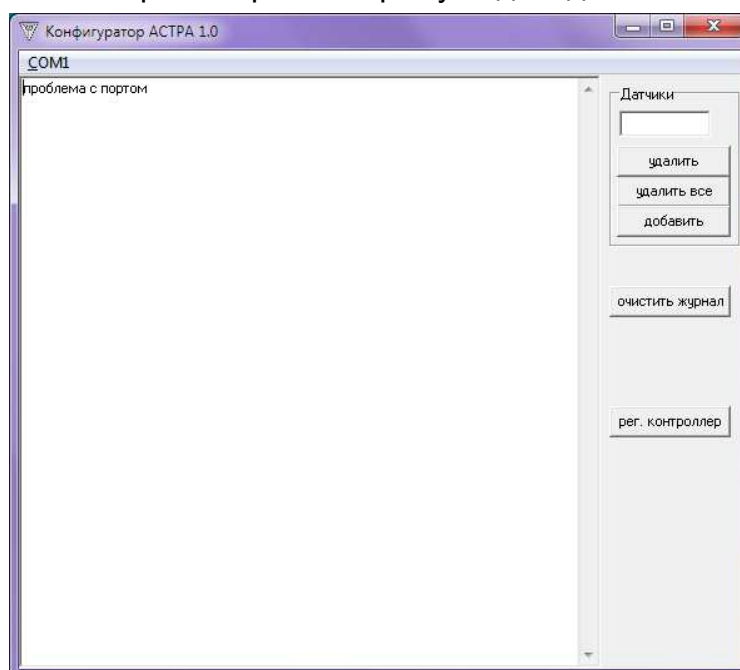

Рисунок 18
3.4.1 Для настройки радиоканального оборудования, в окне «Настройка параметров внешних шлейфов» (Рисунок 6) выбрать вкладку «Связывание радиодатчиков». На экране ПЭВМ появится окно «Конфигуратор Астры» (рисунок 18).